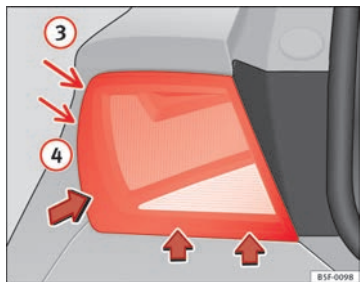

Abb. 144 Ausbau der
- Bewegen Sie die Leuchte in Richtung der Pfeile hin und her, bis sie sich aus der Aufnahme löst (Positionen (3) und (4)) ⇒ Abb. 144.